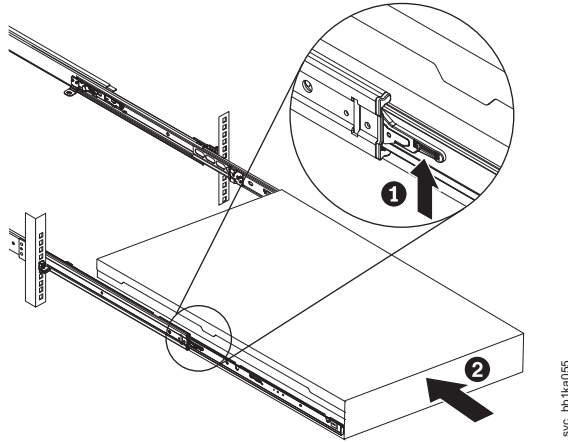

図 175. ラックのスライド・レールの 2145-DH8 ロック・レバーを上げる
30. スライド・レール上のロック・レバー (229 ページの図 175 の **1**) を上げて、サーバー **2** を、所定の位置にカチッと音を立てて収まるまで、ラック内に完全に押し込みます。